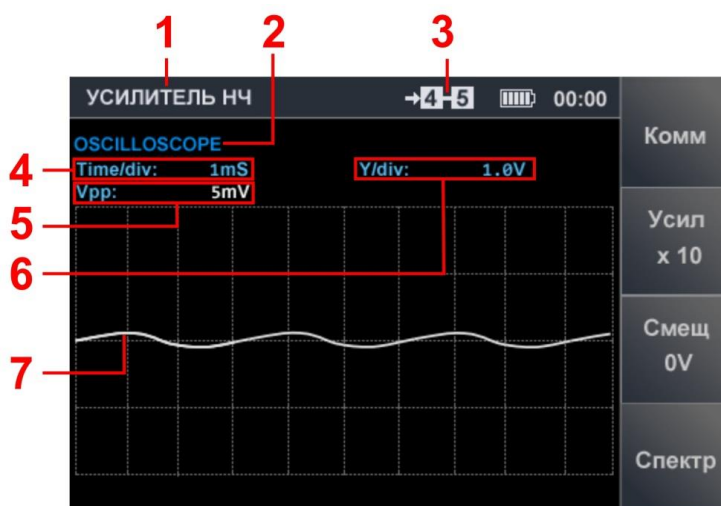

Рис.46
Вид экрана после включения функции представлен на рис.46.
**Цифрами на рис.46 обозначено:**